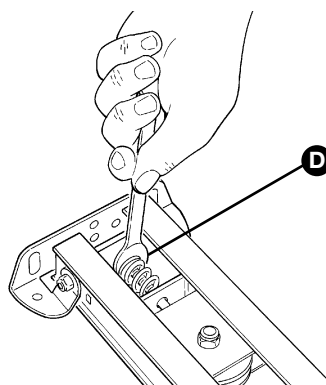

Figure 33
- 7 Tendre la courroie au moyen de l'écrou M8 [D] (figure 33) jusqu'à ce qu'elle soit suffisamment rigide.